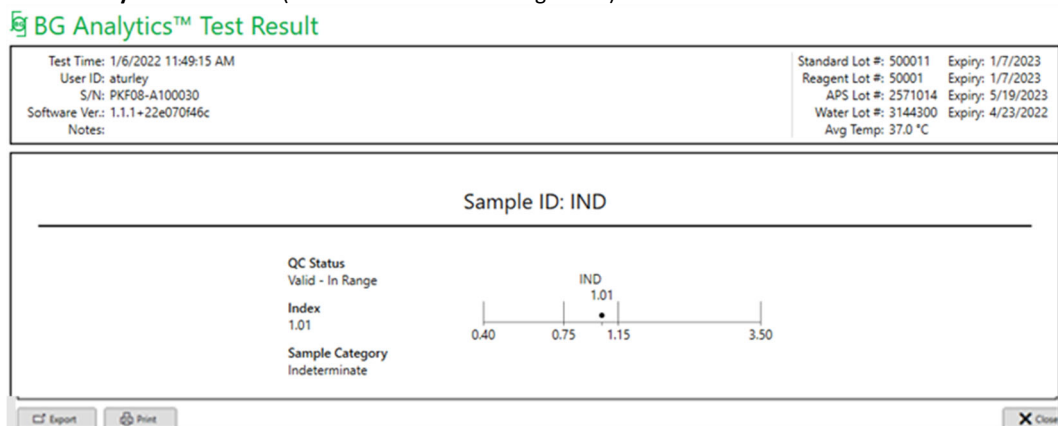

Figura 15. Ecrã de Resultado do Teste do BG Analytics®
2. O BGA irá gerar instantaneamente um relatório para o ensaio concluído quando o ecrã de **Resultado** do Teste do BG Analytics® for exibido (conforme mostrado na Figura 15).